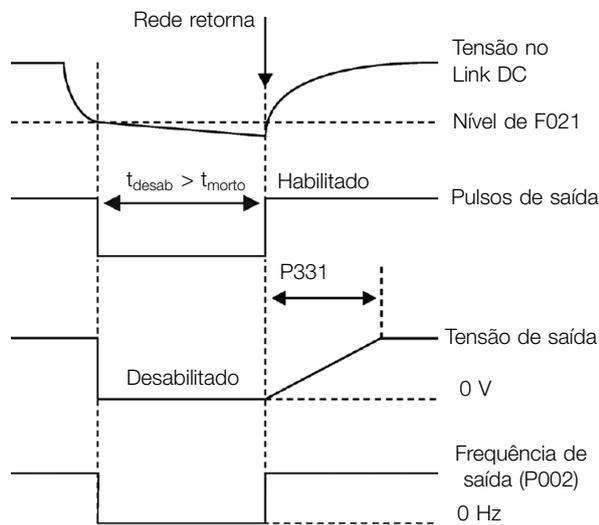

Figura 8.7: Atuação da função Ride-Through
- Função Ride-Through (RT):** A função Ride-Through irá desabilitar os pulsos de saída (IGBT) do inversor assim que a tensão de alimentação atingir um valor abaixo do valor de subtensão. Não ocorre falha devido à subtensão (F021) e a tensão no Link DC cairá lentamente até que a tensão da rede retorne. Caso a tensão da rede demore muito a retornar (mais de 2 segundos), o inversor pode indicar F021 (subtensão no Link DC). Se a tensão da rede retornar antes, o inversor voltará a habilitar os pulsos, impondo a referência de frequência instantaneamente (como na função Flying Start) e fazendo uma rampa de tensão com tempo definido pelo parâmetro P331. Consulte a Figura 8.7 na página 8-10.